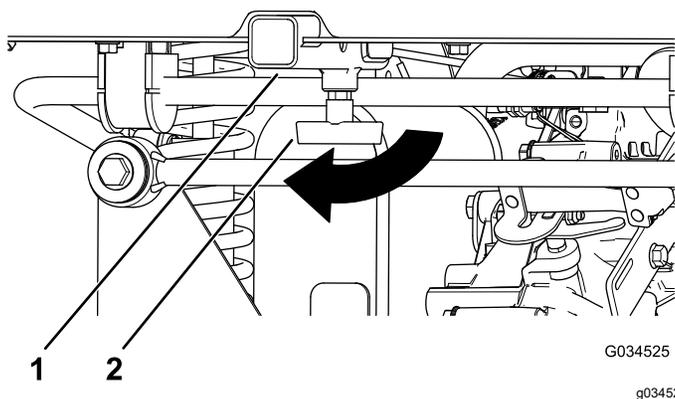

Рисунок 19
- Ослабьте Т-образную рукоятку, повернув ее по часовой стрелке (Рисунок 19).
2. Вставьте вспомогательное приспособление в приемное устройство до совмещения отверстий (Рисунок 19).